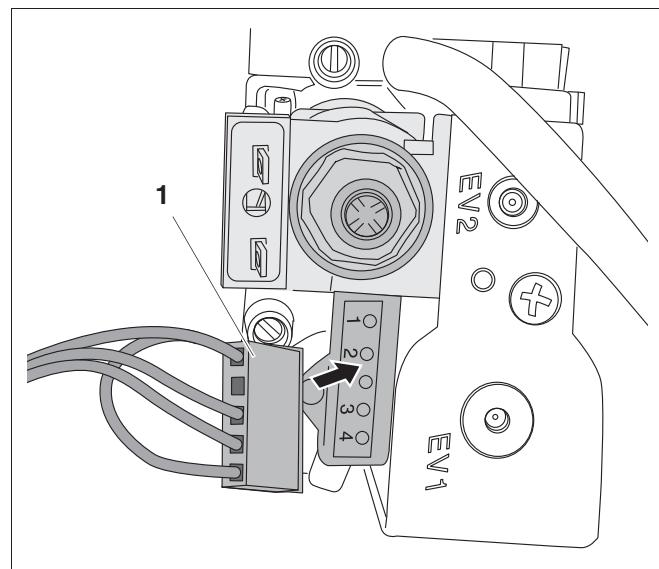

Рис. 24 Проверка управления арматуры газовой горелки
- Вытянуть штекер (рис. 24, поз. 1) на газовой арматуре.
- Включить вольтметр между контактами 3 и 4 (рис. 24, поз. EV1) штекера (диапазон измерения: 230 В~).
- Включить вольтметр между контактами 3 и 1 (рис. 24, поз. EV1) штекера.
- Измерить сопротивление между контактами 3 и 4 (рис. 24, поз. EV1) газовой арматуры (ок. 900 Ом).
- Измерить сопротивление между контактами 3 и 1 (рис. 24, поз. EV1) газовой арматуры (ок. 6500 Ом).